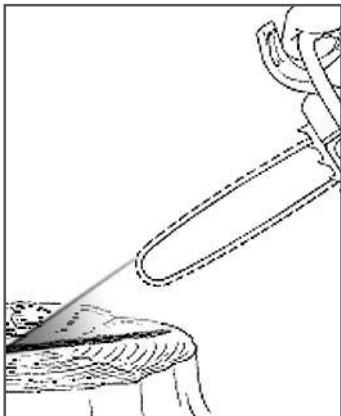

**Рис. 11 Положение регулировочного винта подачи масла**
3. Количество подаваемого масла можно регулировать с помощью регулировочного винта А, который находится снизу бензопилы (Рис. 11).